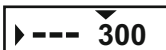

Fig. 6
- Haciendo rotar el regulador, elija la posición **“---”** (nueva distancia) **(Fig. 6)**.